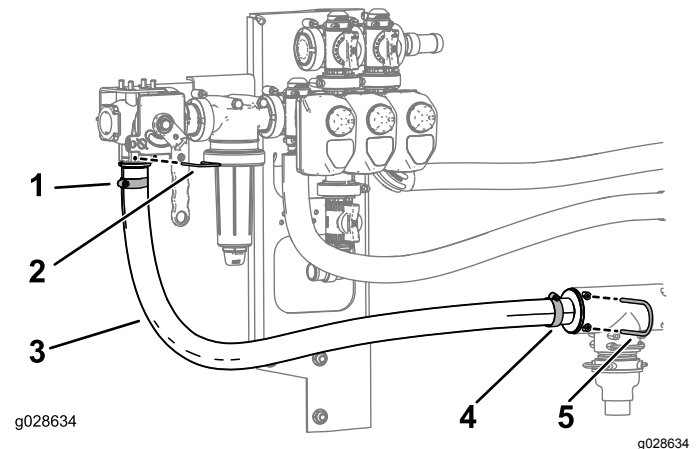

Figura 22
5. Encaminhe e fixe o conjunto do tubo de pressão, conforme indicado na Figura 22.